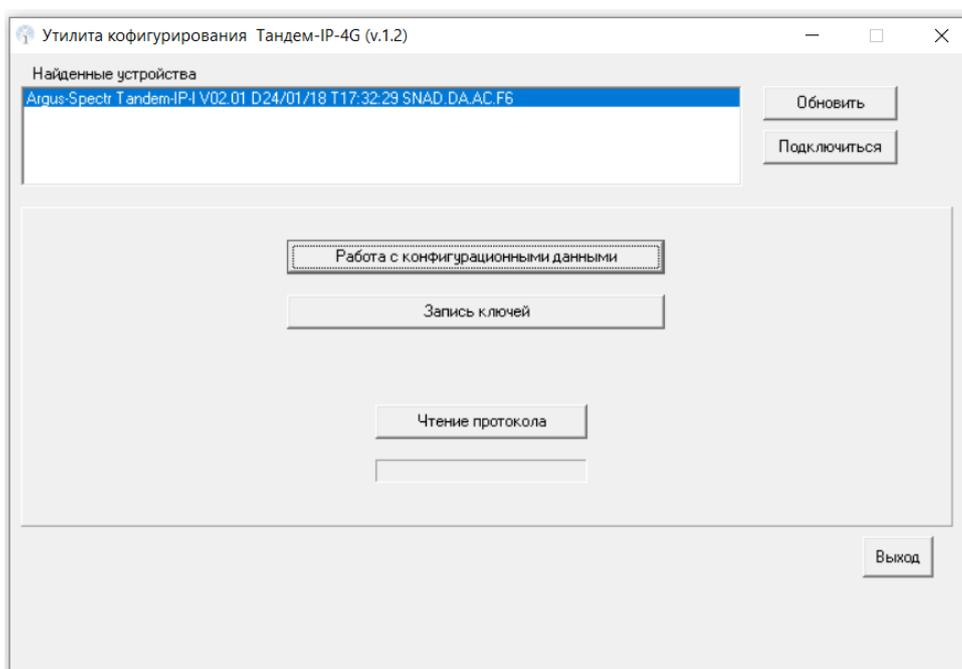

Рисунок 6.1
- В окне программы нажать кнопку "Обновить". В списке найденных устройств появится подключенный прибор. (Рисунок 6.1). Если приборов подключено к ПК несколько, то в найденных устройствах выбрать требуемый.
- При использовании шифрования связи с ПЦН (при установке галочки "Использовать шифрование", см. Рисунок 6.8) необходимо записать ключи в прибор – нажать на кнопку "Запись ключей" (см. Рисунок 6.1). Ключи формируют в ПО ПАК или ПО Курьер, установленного на ПК ПЦН, во время добавления объектового оборудования в ПО ПЦН согласно его РЭ.